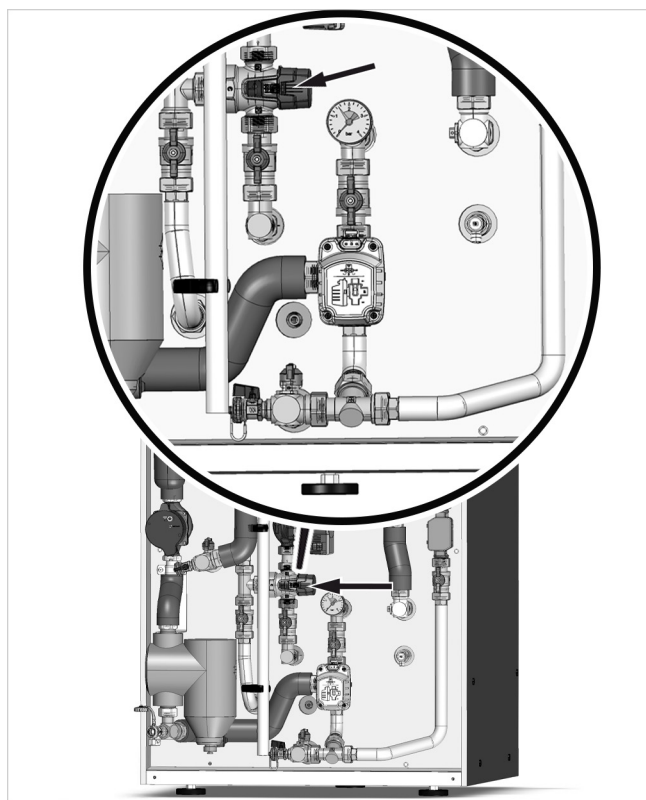

Abb. 35: Thermisches Mischventil in SolvisLeo 180
- WWS-23: „65 °C“ (siehe → Abb. 35)